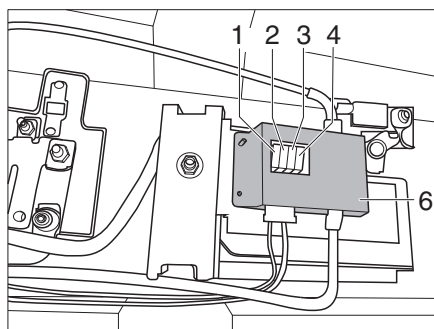
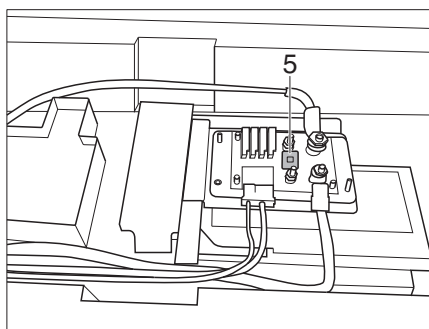

Fig. 312 Fusibles Globebus Performance
Fig. 313 Fusible de booster de carga (tapa retirada)
- Para acceder al fusible F5 (Fig. 313,5) del booster de carga, es necesario retirar la tapa (Fig. 312,6).